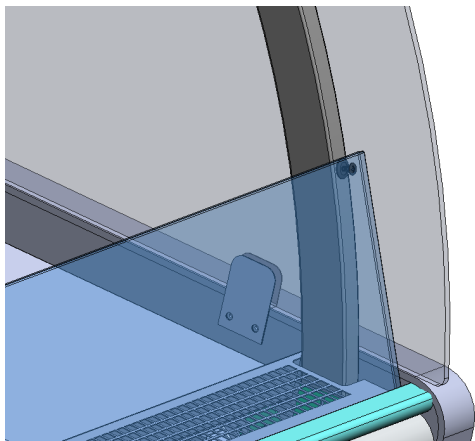

рис. 9
7. Аккуратно установить между прижимами антизапотевателей и вентиляционными панелями стёкла-антизапотеватели (рис. 8), уложить их на регулируемые клипсы (рис. 9). Регулировку наклона стёкол производить путём откручивания или закручивания винтов клипс.